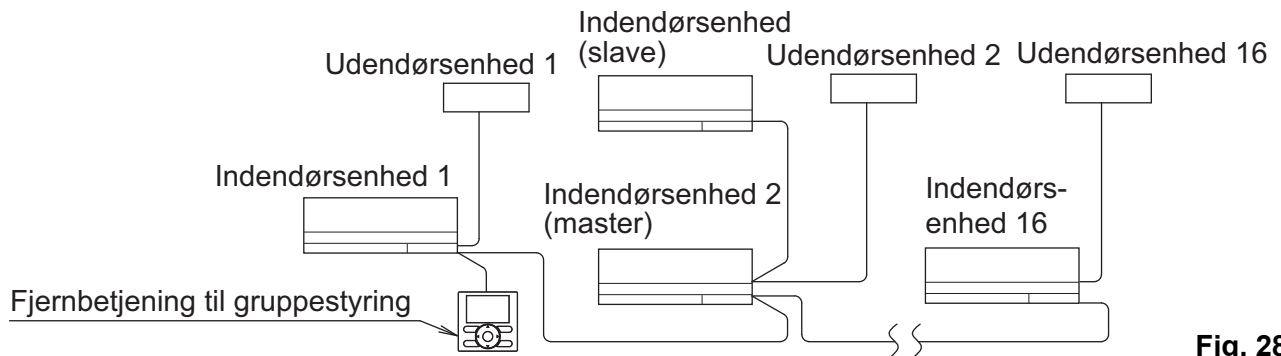

Fig. 28
- Ved anvendelse som parenhed eller som masterenhed ved simultan drift kan man samtidig starte/standse (gruppe) styring på op til 16 enheder med fjernbetjeningen. **(Se fig. 28)**